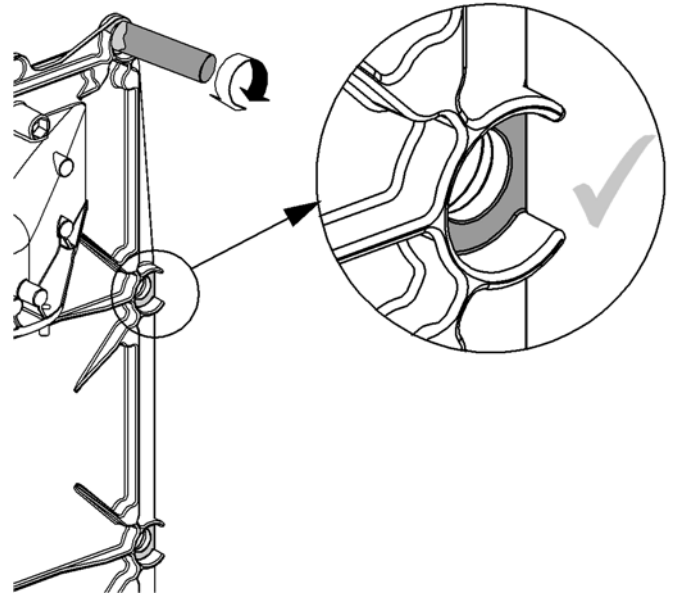

Abb. 48: Auftragen der Keramikpaste bei ProCon Streamline 25 H/HE und 25/32 H/HE
- ➔ Tragen Sie Keramikpaste auf, wenn dort keine oder zu wenig vorhanden ist (s. Abb. 48).